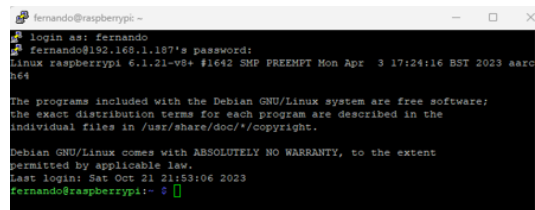

Figura 1 Conexión con RPi vía SSH.
2. **Configurar SSH.** Una vez finalizada la configuración inicial, es necesario configurar la RPi para comunicación remota mediante SSH, que permite acceder de manera remota a la RPi mediante la terminal de comandos de Raspi OS. En [?] se explica de manera detallada la configuración de la RPi para usarla mediante SSH, así como la instalación del software PuTTY en Windows. En la Figura 1 se muestra el acceso remoto a la RPi desde una computadora con Windows.